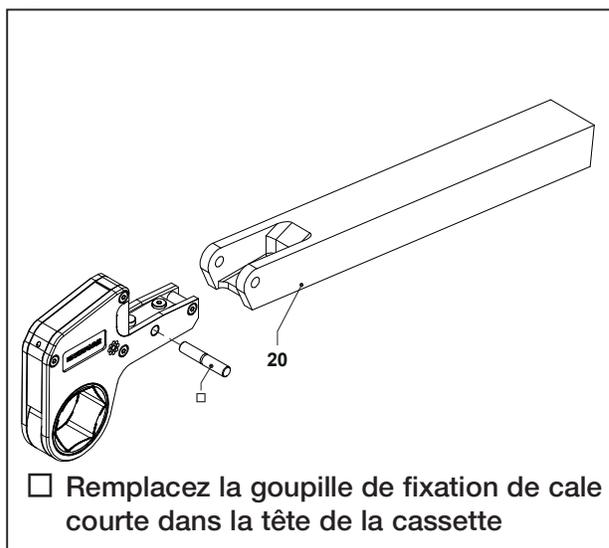

Fig. 6
3.4.1 Raccordement de la rallonge de bras de réaction WTE (fig. 6)
- Installer la cassette dans le logement de la rallonge de bras de réaction WTE (20) en alignant les trous du bras sur ceux de la cassette.